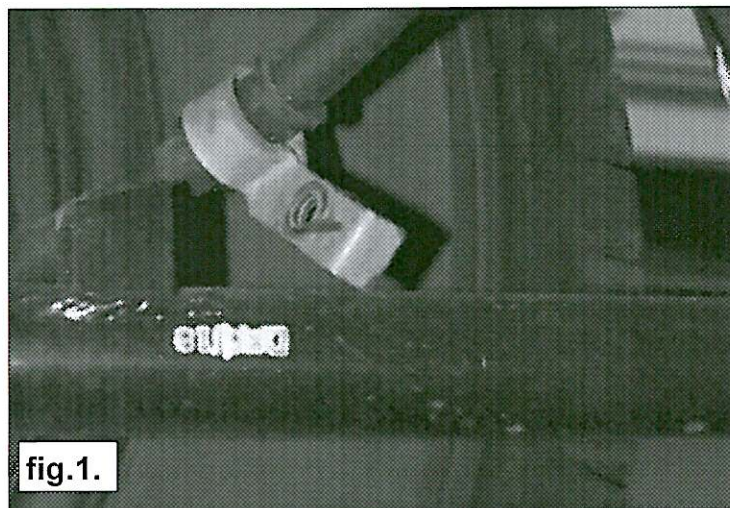

fig.1.
2. Desserrez les pattes de fixations du frein à main. Voir figure 1.